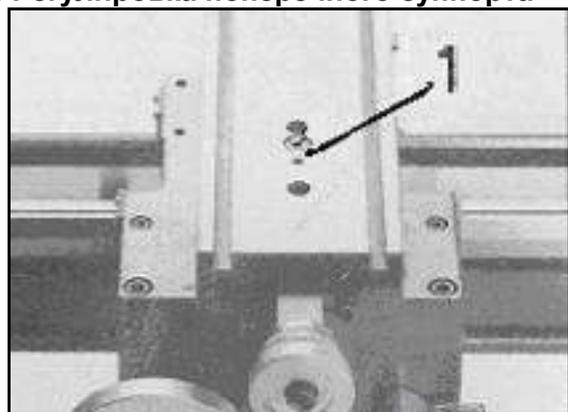

Рис. 29
Снимите верхний суппорт и отрегулируйте резьбовой штифт (1, Рис. 29) таким образом, чтобы винт был снова без зазора соединен с гайкой.
Открутите две гайки (1, *Рис.29*) справа на фартуке суппорта и отрегулируйте установочный винты (2) таким образом, чтобы половинки гайки ходового винта без зазора были расположены в своих направляющих.